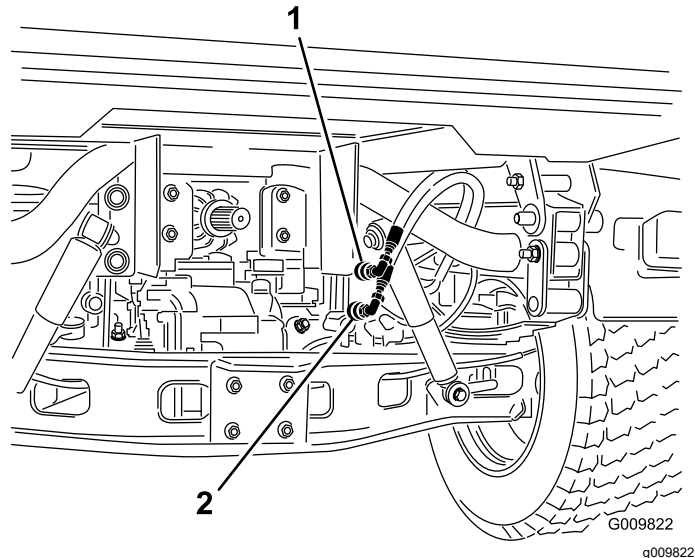

Figure 74
2. Sur les deux machines, débranchez les 2 flexibles à coupleurs rapides des flexibles fixés au support de coupleur (Figure 74).